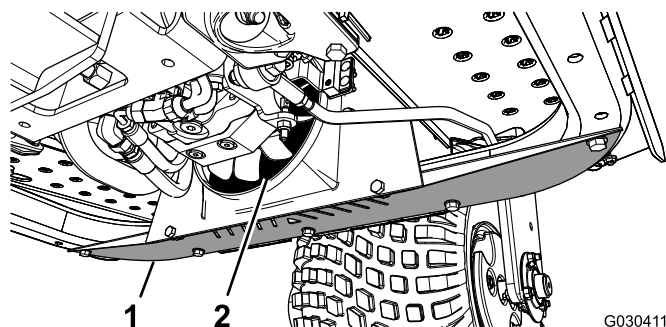

Figura 50
1. Remova o resguardo inferior (Figura 50).
2. Utilizando uma vareta, sobre ar comprimido entre as pás da ventoinha (Figura 50) para forçar o material a sair pela direção em que entrou.